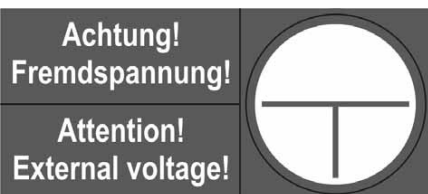

Bild 3
- Bei Arbeiten an der Notleuchte ist erst die Anlage zu blockieren, der Batteriekreis zu unterbrechen und dann das Netz abzuschalten. Bild 3 zeigt das Hinweisschild auf der Notleuchte.